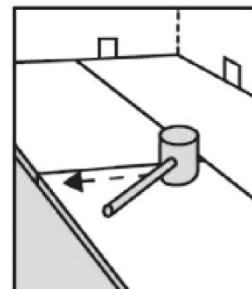

Abbildung 5
8. Die kurze Endfeder der zweiten Diele in die Nut der ersten Diele einsetzen. Fest nach unten drücken, um das kurze Ende zu verriegeln, vorzugsweise mit leichten Schlägen mit dem Gummihammer auf die Fuge. (Abbildung 5) In dieser Weise fortfahren, bis die letzte Diele der ersten Reihe erreicht ist.
13. Auf die Kopfstößfuge fest nach unten drücken, vorzugsweise mit dem Gummihammer leicht abklopfen, um das kurze Ende vollständig zu schließen. (Abbildung 5)